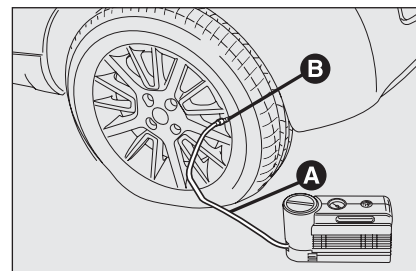

Рис. 9
- Взведите рычаг стояночного тормоза.** Снимите колпачок с вентиля шины, подсоедините гибкую трубку **A** (рис. 9) к вентилю и зафиксируйте на нем наконечник трубки **B**.